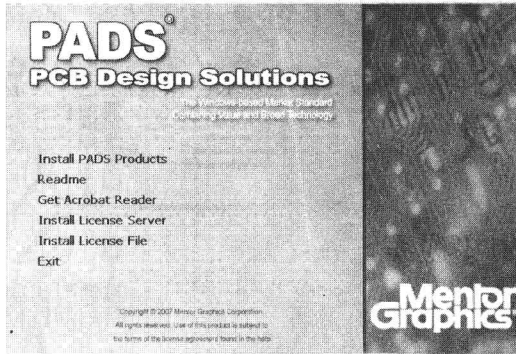
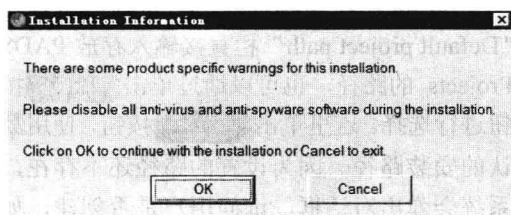

图 1-1 PADS2007 安装对话框
图 1-9 “Installation Information”对话框
(1) 安装 License Server
① 插入光盘到光驱中, 开始进行 PADS 的安装, 将弹出如图 1-1 所示的 PADS2007 安装对话框。
(2) PADS 软件的安装
① 在图 1-1 所示的安装对话框中单击“Install PADS Products”图标，弹出“Installation Information”对话框，如图 1-9 所示，提示关闭杀毒软件和防火墙。
- ⑭ 单击按钮 **Done**，系统返回到 PADS 安装界面，如图 1-1 所示。
⑮ 在图 1-1 所示的 PADS 2007 安装界面中单击“Install Licence File”，安装 License 文件，系统同样会弹出“Installation Information”对话框，如图 1-22 所示，提示关闭杀毒软件和防火墙。